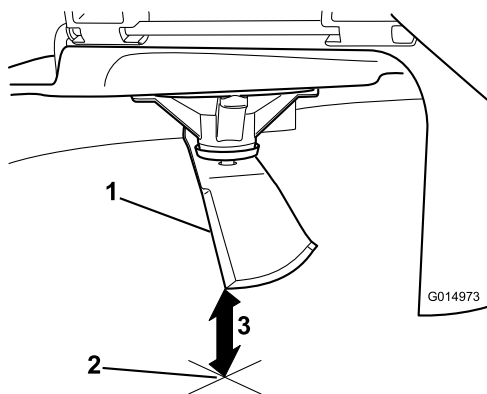

**Figura 88**
4. Gire la misma cuchilla 180 grados de manera que el otro extremo esté en la misma posición (**Figura 88**).